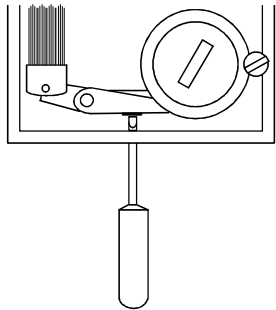

Bild 1
3. Drehen Sie den Sollwertknopf, bis Sie den Schalterpunkt finden. Ist der Schalterpunkt höher als der gemessene Istwert, sollte die Kalibrierschraube im Uhrzeigersinn gedreht werden. Ist der Schalterpunkt kleiner als der Messwert, sollte die Schraube gegen den Uhrzeigersinn gedreht werden. Die Kalibrierschraube ist mit einem schmalen Schraubendreher durch die Schlitz am unteren Ende des Hygrostats zugänglich. Siehe Abb. 1. Stellen Sie die Kalibrierschraube so ein, dass der Mikroschalter hörbar umschaltet, wenn der Sollwertknopf auf den Istwert Feuchte eingestellt wird.